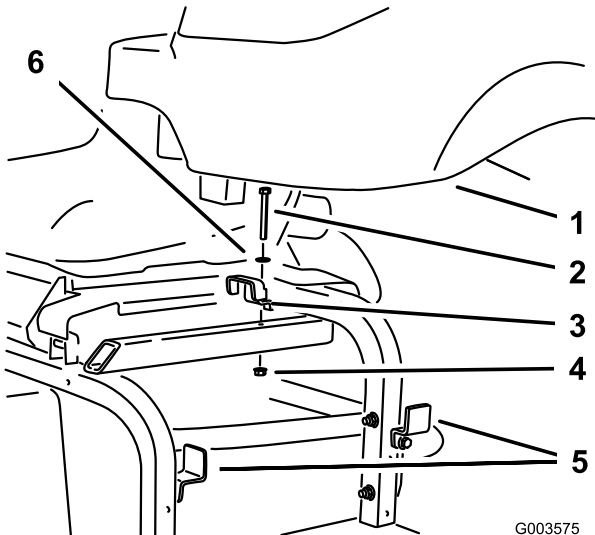

Bild 5
- Nehmen Sie die obere Hydraulikbehälterhalterung vom Maschinenrahmen ab und lösen Sie die zwei Halterungen an der Seite des Rahmens. (Bild 5).